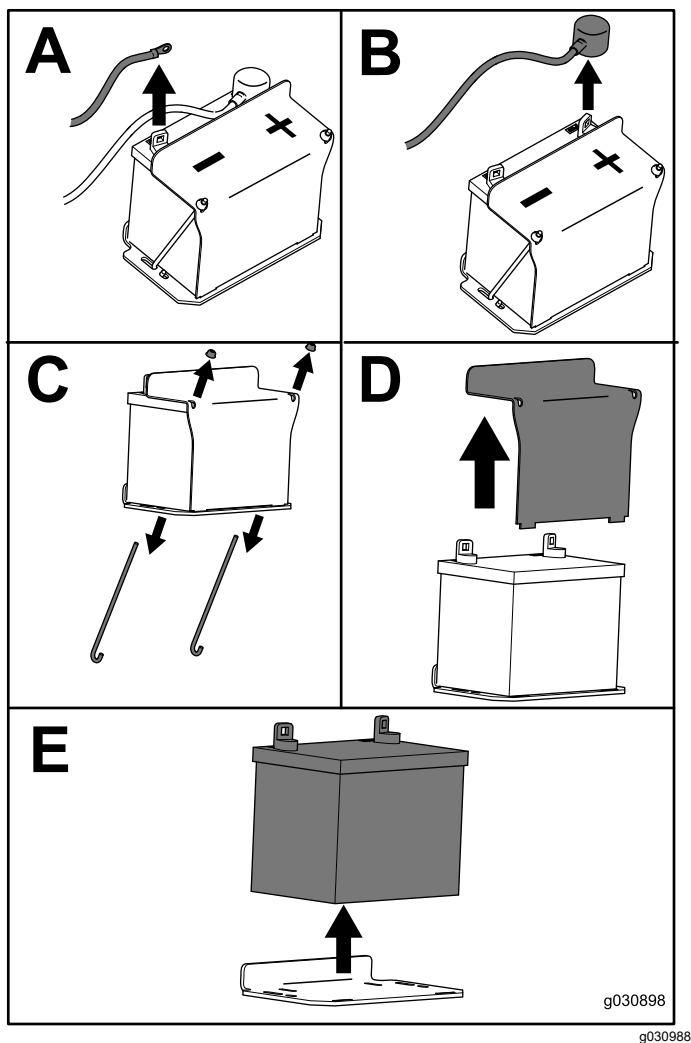

Figura 25
3. Retire la batería como se muestra en la Figura 25.